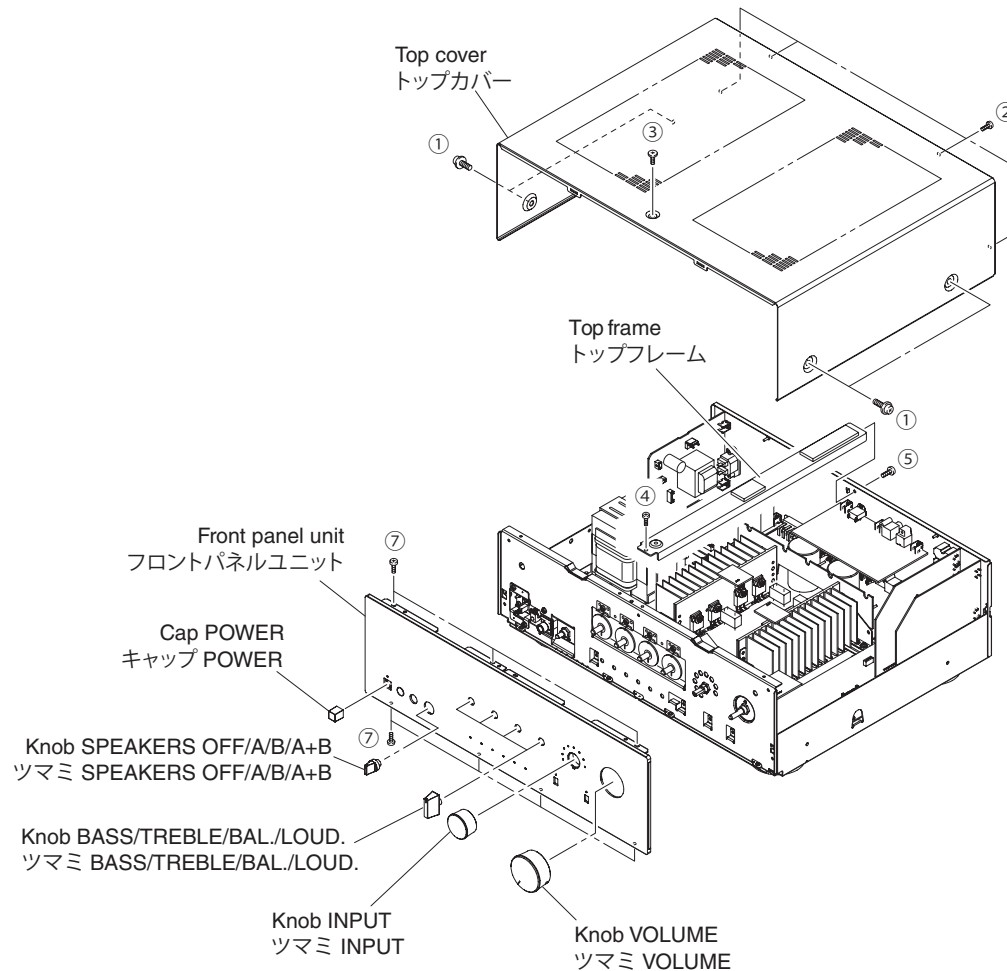

Fig. 1
- Remove 4 screws (①), 4 screws (②) and screw (③). (Fig. 1)
- Remove the top cover. (Fig. 1)
- ①のネジ4本、②のネジ4本、③のネジ1本を外します。(Fig. 1)
- トップカバーを取り外します。(Fig. 1)
- Remove screw (④), screw (⑤) and then remove the top frame.(Fig. 1)
- Pull out the knobs and cap. (Fig. 1)
- Remove 7 screws (⑦). (Fig. 1)
- Remove the front panel unit. (Fig. 1)
- ④のネジ1本、⑤のネジ1本を外し、トップフレームを取り外します。(Fig. 1)
- ツマミ、キャップを取り外します。(Fig. 1)
- ⑦のネジ7本を外します。(Fig. 1)
- フロントパネルユニットを前方へ取り外します。(Fig. 1)